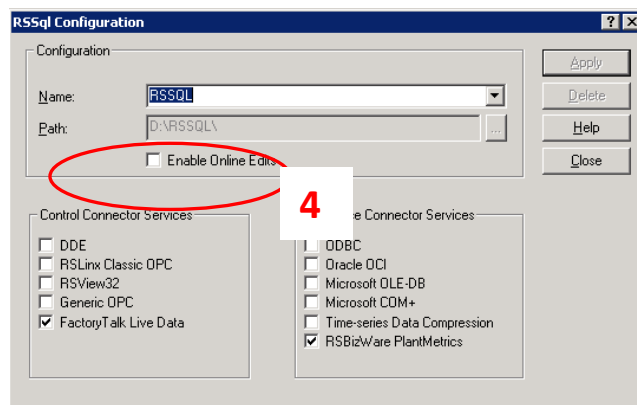

Imagen 79
4. - En la siguiente ventana (Imagen 79) que se nos abrirá, tenemos que activar (haciendo clic en el cuadro en blanco) del comando **Enable Online Edits** (debe hacerse con Rssql parado):